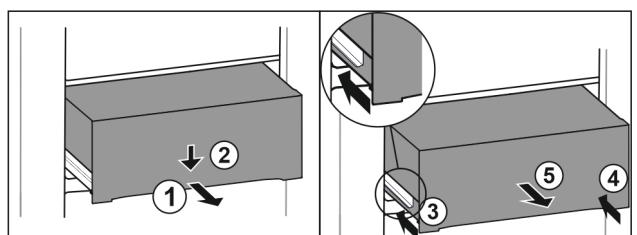

Fig. 125
- Вытяните выдвижной ящик наполовину. Fig. 125 (1)
- Вдавите выдвижной ящик в передней части вниз. Fig. 125 (2)
- Задвиньте левую направляющую прим. на 2 см. Fig. 125 (3)
- Задвиньте правую направляющую прим. на 2 см. Fig. 125 (4)
- Извлеките выдвижной ящик движением вперед. Fig. 125 (5)